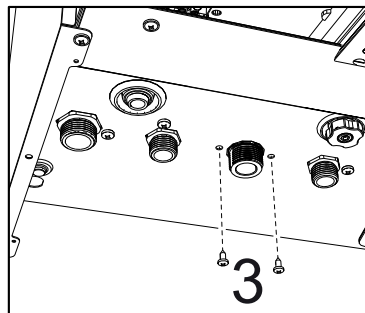

fig. 67 -
- Svitare le viti "3" ("fig. 67 -")